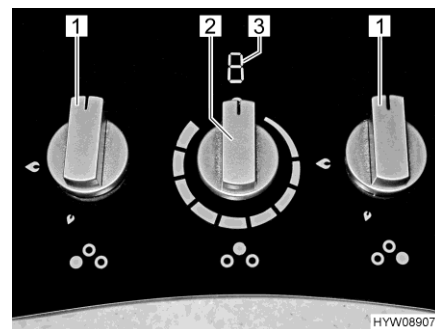

Bild 199 Reglage (gasspis med induktionskokplatta)
- Vrid vridregulatorn (Bild 199,1) till önskad låga till tändningsläge (stor låga).
- Ställ vridregulatorn (Bild 199,1) på 0-läget. Flammen slocknar.
- Vrid vidreglaget (Bild 199,2) för induktionskokplattan till önskad inställning. Indikatorn (Bild 199,3) visar den inställda kanalen.
- Ställ vidreglaget (Bild 199,2) för induktionskokplattan till läge 0. Indikatorn (Bild 199,3) slocknar. Så länge temperaturen på induktionskokplattan är efter avstängning mer än 60 °C, visar indikatorn "H" (indikator för restvärme).
På induktionskokplattan visas följande informationer (Bild 199,3):